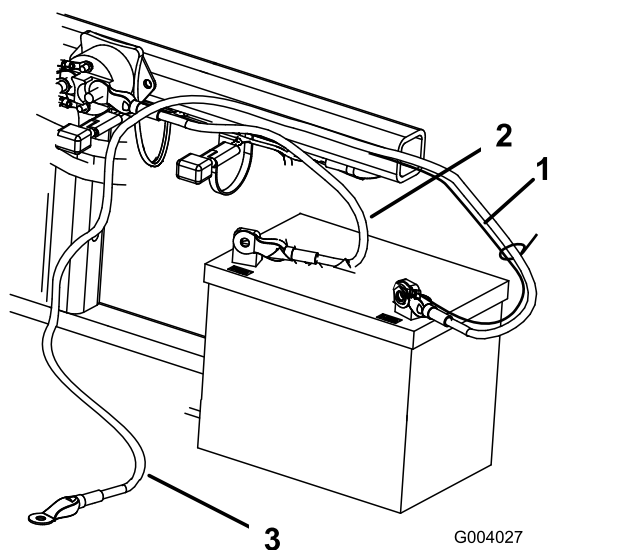

Figura 6
2. Fissate il cavo positivo (rosso) al morsetto positivo (+) con un bullone ($\frac{1}{4}$ " x $\frac{5}{8}$ ") e un dado di bloccaggio (Figura 6).
3. Fissate il cavetto nero e il cavo negativo (nero) al morsetto negativo (-) della batteria con un bullone ($\frac{1}{4}$ " x $\frac{5}{8}$ ") e un dado di bloccaggio ($\frac{1}{4}$ ") (Figura 6).